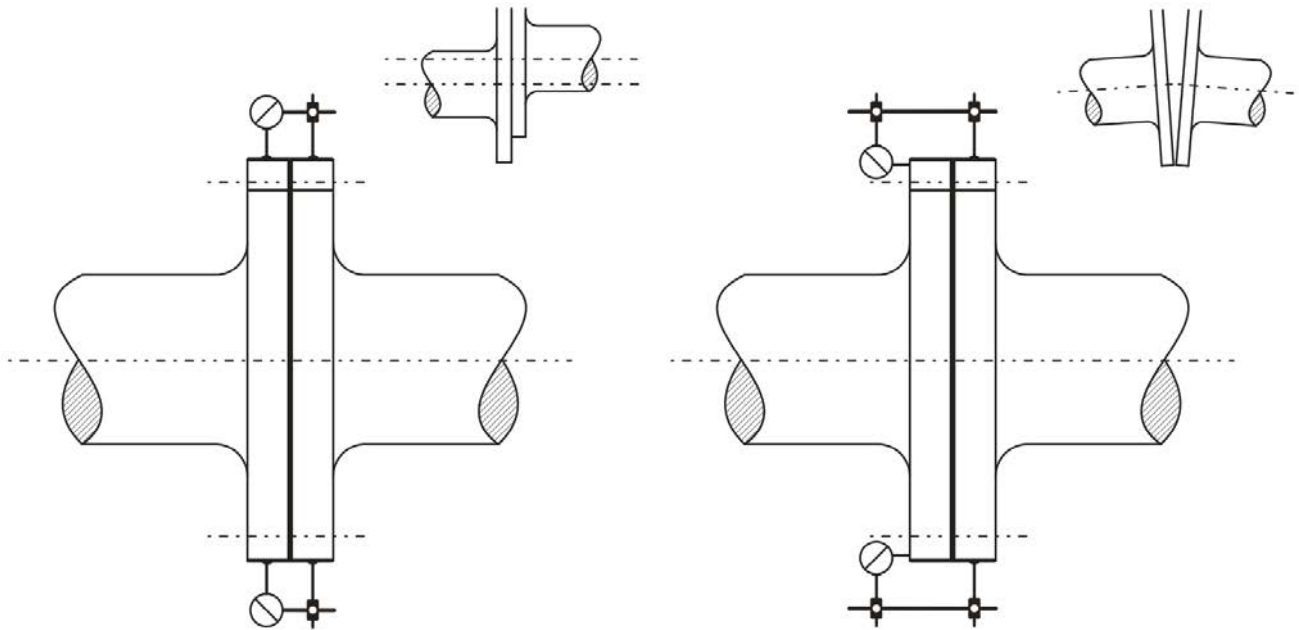

FIGURA 22. ALINHAMENTO UTILIZANDO INDICADORES COM MOSTRADOR - 1: ALINHAMENTO RADIAL, 2: ALINHAMENTO ANGULAR
4. Se utilizar indicadores com mostrador, a respectiva escala tem de ser ajustada de modo que metade da escala fique disponível em ambos os sentidos. Verifique a resistência do suporte do indicador com mostrador para evitar possível arqueamento, ver Figura 22 na página 59.